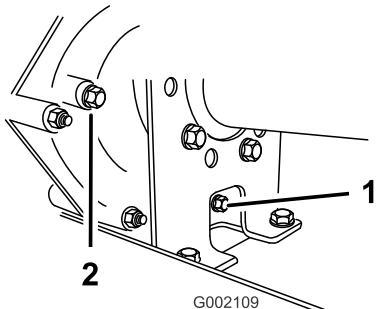
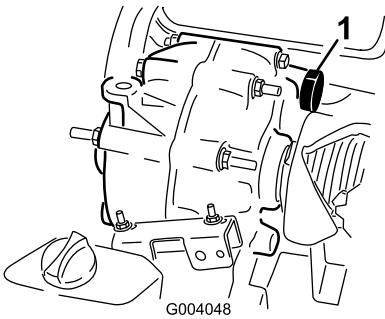

Figura 56
Figura 57
2. Pulite la superficie attorno al tappo di riempimento e di spurgo con un panno (Figura 56).
4. Estraete il tappo di riempimento facendolo girare in senso antiorario (Figura 56).
5. Estraete il tappo di spurgo facendolo girare in senso antiorario (Figura 56).
6. Installate e serrate il tappo di spurgo e la guarnizione del foro del tappo di spurgo della trasmissione (Figura 56).
7. Riempite il serbatoio (Figura 57) attraverso il foro del tappo di riempimento con circa 1,4 litri dell'olio specificato o finché il livello dell'olio della trasmissione non raggiunge la parte inferiore della filettatura. (Figura 56).
8. Installate e serrate il tappo di riempimento e la guarnizione del foro del tappo di riempimento della trasmissione (Figura 56).
10. Controllate il livello dell'olio e aggiungetelo se risulta inferiore alla del foro del tappo di riempimento (Figura 56).